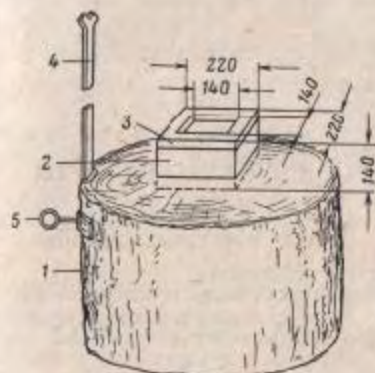

Рис. 157:
4. При пологом и несложном изгибе положить ствол на наковальню (рис. 157) так, чтобы место изгиба находилось над полкой частью наковальни и стрела изгиба была направлена вверх.